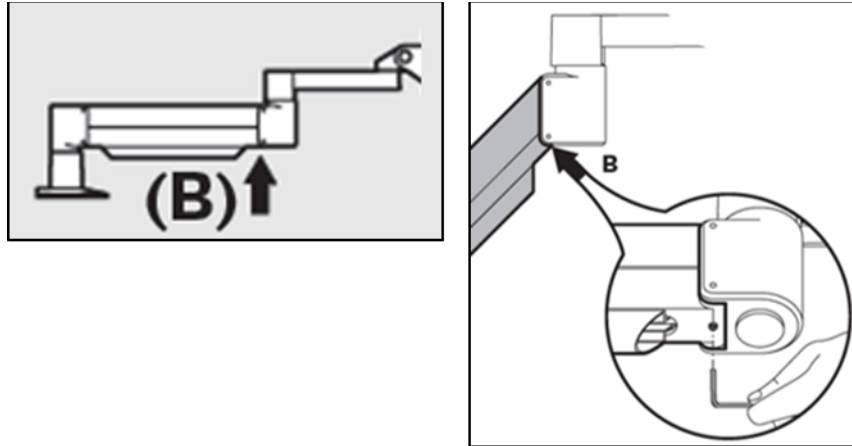

Figura 4-6. Afloje el tornillo B de ajuste del contrapeso
- Recoloque el brazo en posición horizontal Afloje el **tornillo B de ajuste del contrapeso** girando el tornillo como mínimo $\frac{1}{2}$ vuelta. Utilice una llave Allen de 3/32". Véase la figura 4-6.
- Coloque el brazo en posición horizontal y apriete el **tornillo B de ajuste del contrapeso** hasta que haga contacto y, a continuación, apriete de $\frac{1}{2}$ a $\frac{3}{4}$ vueltas. Véase la figura 4-6.